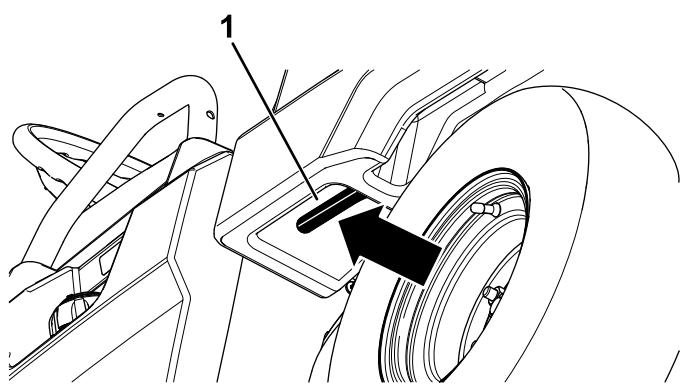

Bild 11
1. Ziehen Sie den Hebel an der linken Innenseite der Staubox zu sich und heben Sie die Staubox an (Bild 11).
1. Heben Sie den Riegel an, um die Staubox etwas anzuheben (Bild 11).